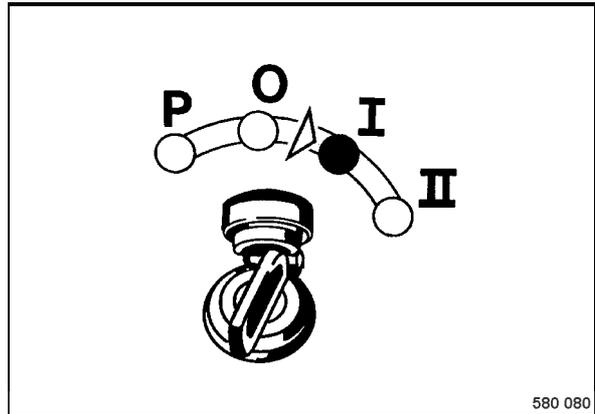

fig. 46
- Tourner la clé de contact (fig. 46) sur position "I".